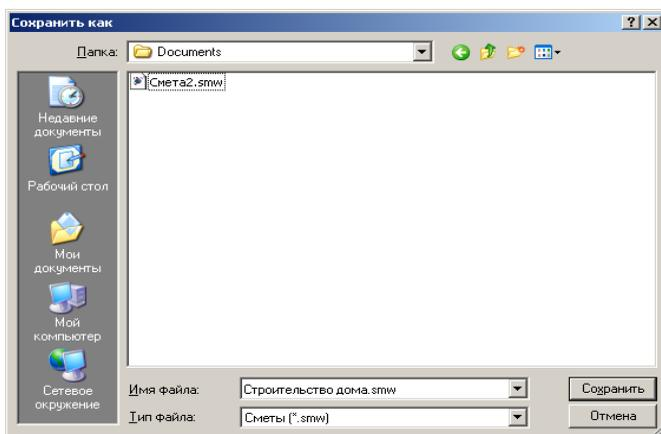

Рис. 3.5 Диалоговое окно «Сохранить как».
1. В **Главном меню** выберите команду **Сохранить**, нажмите кнопку  – «Сохранить» на панели быстрого доступа или комбинацию клавиш <Ctrl> + <S>. Если файл сохраняется первый раз, откроется диалоговое окно «*Сохранить как*» (Рис. 3.5).
2. В поле **«Имя файла»** диалогового окна **«Сохранить как»** (Рис. 3.5) измените имя файла. При необходимости измените папку, в которой сохраняете файл.